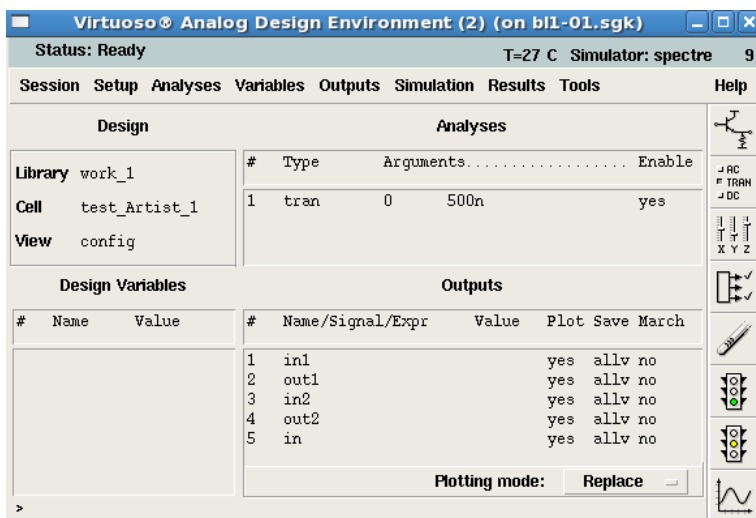

Рис. 6.5. Главное окно ADE, запущенное из представления “config”.
- Открыть созданное на предыдущих шагах представление “config” с помощью Virtuoso Schematic Editor и вызвать из него Analog Design Environment. Далее следует убедиться, что используется действительно представление “config” (рис. 6.5). После этого запустить моделирование проекта с учетом заданных вами представлений элементов.